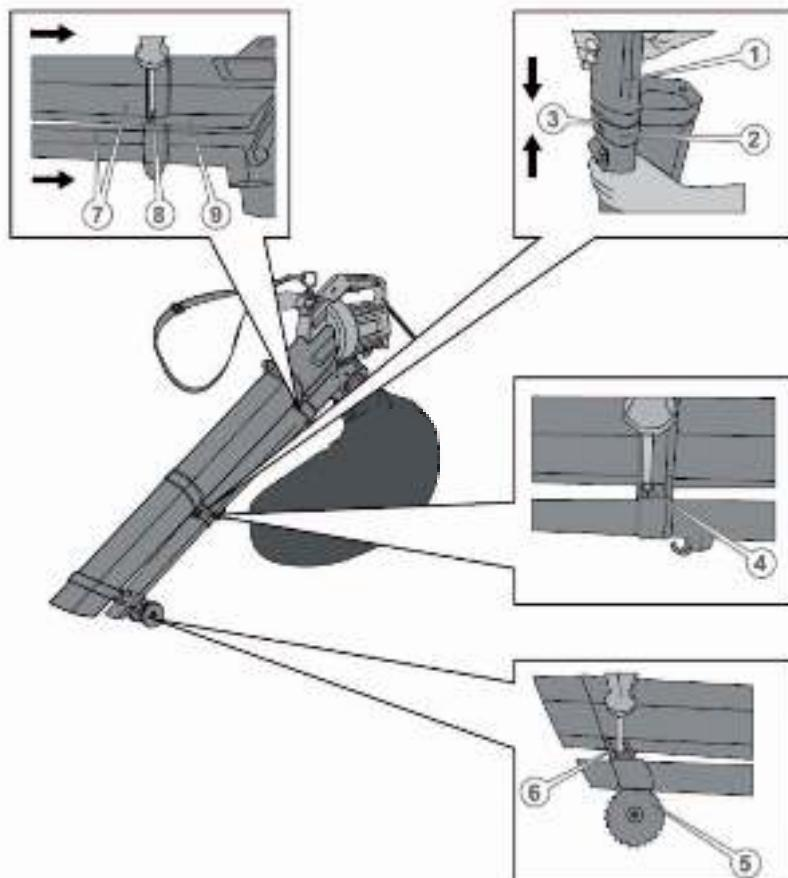

Рис. 3
**Монтаж всасывающей/выдувной труб (рис. 3)**
- Подсоедините составляющую часть выдувной трубы (1) к стыковочному узлу (2) и с небольшим усилием надавите в направлении стрелок, чтобы выступ на выдувной трубе надежно вошел в паз на стыковочном узле (3).
- Аналогичным образом подсоедините к стыковочному узлу (2) составляющую часть всасывающей трубы.
- Надежно зафиксируйте соединение шурупом длиной 45 мм (4). Проверьте надежность фиксации выдувной и всасывающей/ труб в стыковочном узле.
- Установите кронштейн с дополнительными колесами (5) на носовой части труб и надежно зафиксируйте шурупом 20 мм (6).
- Аккуратно подсоедините трубы (7) к стыковочному узлу силового агрегата (9) и надежно зафиксируйте шурупом длиной 55 мм (8). Проверьте надежность фиксации труб в стыковочном узле силового агрегата.